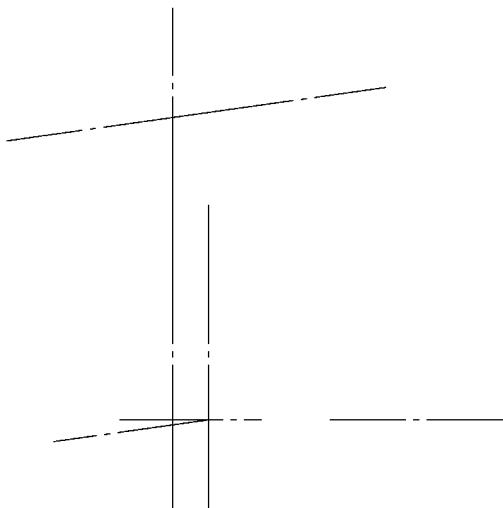

图 11-40 绘制中心线
1) 将【点画线】层设置为当前图层, 单击功能区【直线】 按钮, 绘制主视图与左视图的中心线, 其中主视图中左下方的斜线, 是单击功能区【直线】 按钮, 利用对象捕捉功能捕捉两中心线交点, 并输入“<-172”(即与水平向左成 8°的夹角), 并单击【偏移】按钮, 向上偏移 134.4mm, 如图 11-40 所示。